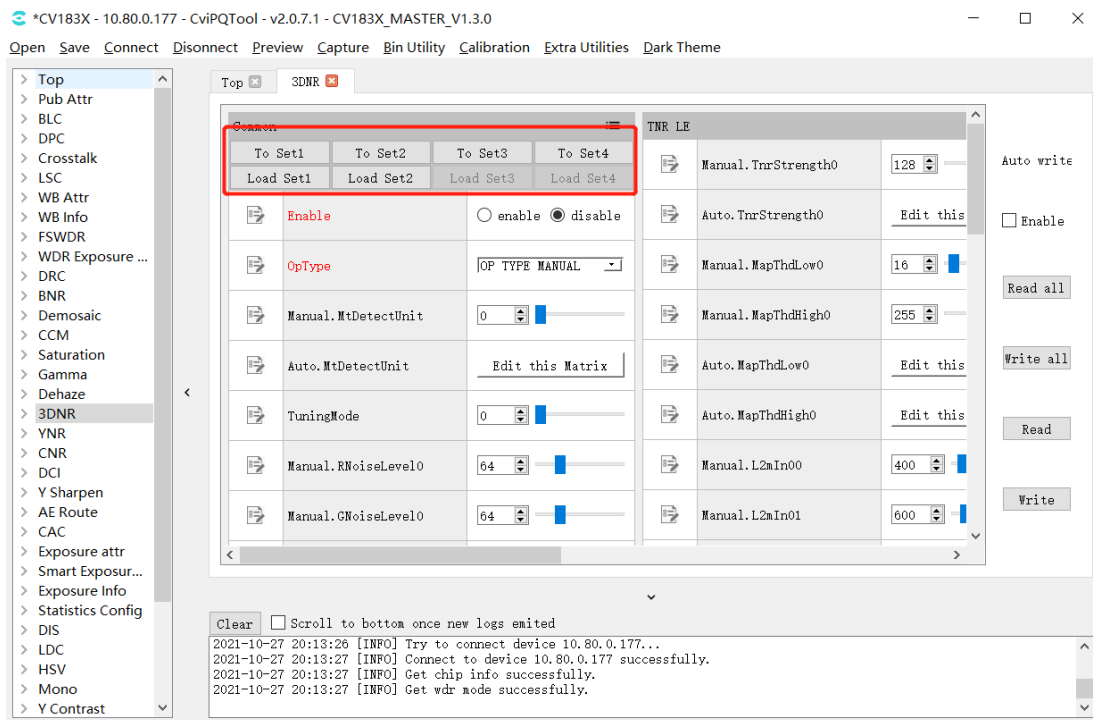

图 3.4: 参数暂存操作接口 (以 3DNR 为例)
3. 点选” Load Set” 按钮可将之前暂存的数值恢复。以 图 3.4 为例，使用者已暂存” Set1” 和” Set2” 两组数值，就可用” Load Set1” 或” Load Set2” 按钮快速恢复和比较。